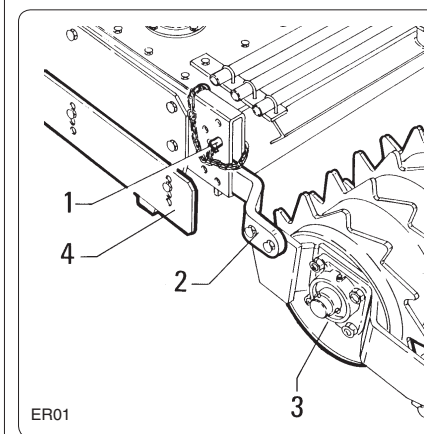

fig. 5.3.2
In alcuni modelli (fig. 5.3.2) la profondità di lavoro è regolata da un perno "1" che va inserito in uno dei fori disponibili determinando così la posizione del braccio "2" e del rullo "3".
*On some models (fig. 5.3.2), the work depth is regulated by a plug "1" that should be inserted into one of the available holes. This establishes the position of link "2" and roller "3".*
Sur certains modèles (fig. 5.3.2) la profondeur de travail est réglée par un pivot "1" qui doit être introduit dans l'un des trous disponibles en déterminant ainsi la position du bras "2" et du rouleau "3".
*In einigen Modellen (Abb. 5.3.2) wird die Arbeitstiefe durch einen Bolzen "1" geregelt, der in eins der Löcher zu stecken ist, das vorhanden ist und damit die Position des Arms "2" und der Walze "3" festzulegen.*